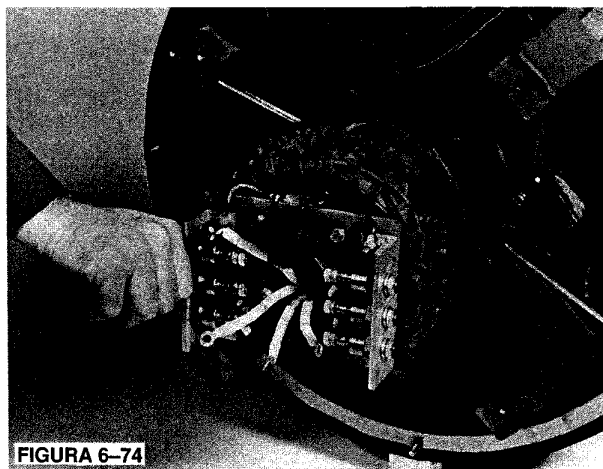

FIGURA 6-74
2. Observe las marcas de polaridad, y conecte los cables del rotor principal al ensamble del rectificador. (Figura 6-74.) Torsione las tuercas a un par de 4 pies-libra (5,4 N-m).